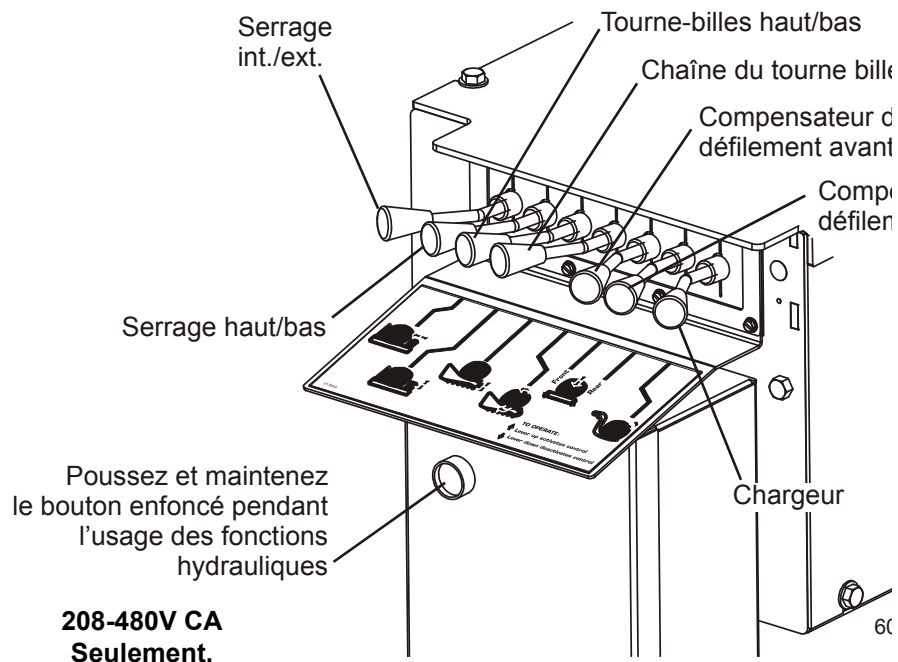

FIG. 4-1
**Voir Figure 4-1.** Les modèles hydrauliques possèdent sept leviers de commande pour charger, serrer, tourner et mettre les billes de niveau.